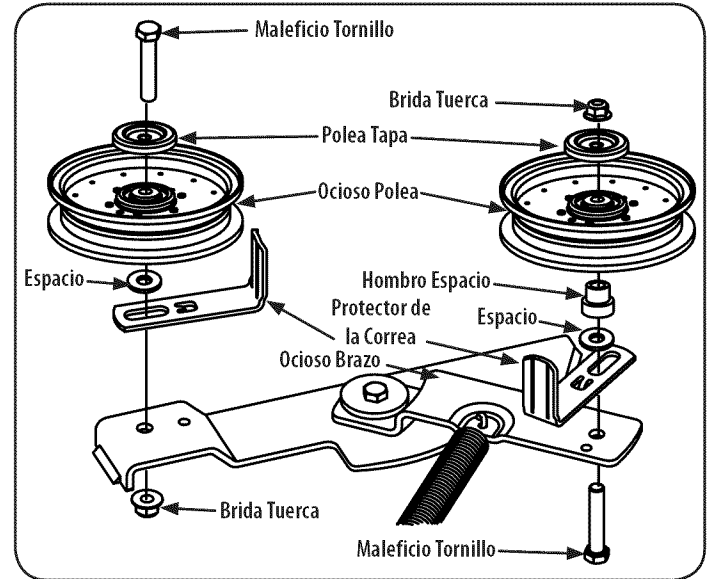

Figura 36
- Retire las poleas móviles y protector de la correa en la polea izquierda quitando los tornillos hexagonales, gorra polea y las tuercas de brida que les sujetan el brazo tensor. Véase la Figura 36. No pierda el hardware al retirar el tornillo hexagonal, protector de la correa, la polea cap, espaciador, el espaciador de hombro y la tuerca de seguridad con brida.
- Coloque la correa alrededor de las poleas locas que quitó en el paso 3 con el lado "V" hacia adentro. Una vez en su lugar, vuelva a instalar todo el hardware y apriete la tuerca de seguridad con brida para fijar el conjunto. Ver Figura 36.
- Coloque la correa como se muestra en la Figura 36 y vuelva a instalar la cubierta (consulte Instalación de la plataforma).